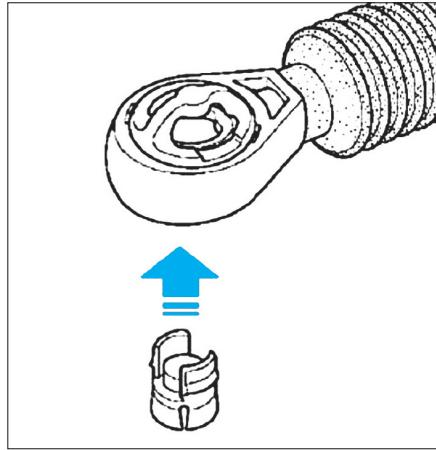

FIG. 12
- Reposer le clip sur la rotule de commande ou de sélection puis repasser le câble sur le clip (Fig.12).